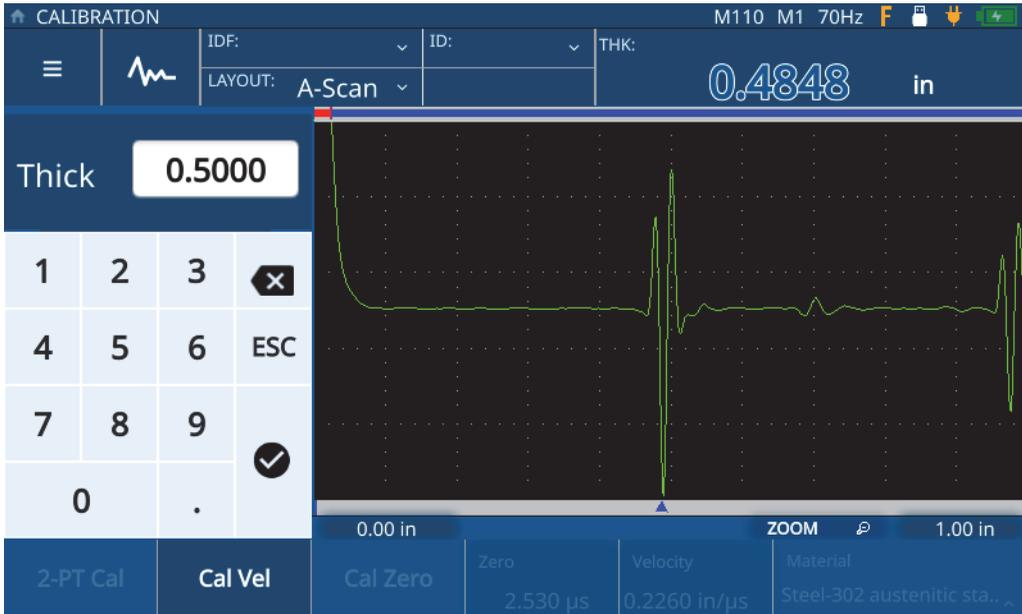

Figure 5-9 Saisie de l'épaisseur de l'échantillon
5. Touchez la valeur **Thick** (Épais) pour entrer en mode de modification, et saisissez l'épaisseur de l'échantillon (Figure 5-9 à la page 56).